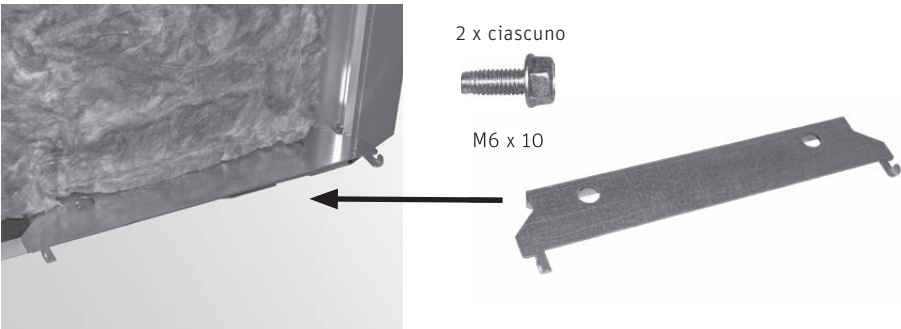

Fig. 91 Fissare l'angolare di posizionamento sulla base
- Fissare l'angolare di posizionamento, con il bordo ripiegato verso l'alto, alla base della caldaia a gassificazione di legna con 2 viti autoformanti TT M6 x 10 – Fig. 91.